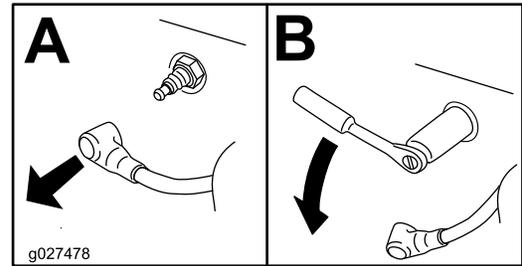

Figure 33
3. Déposez la bougie (Figure 33).